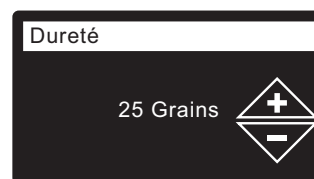

FIG. 27
- DURETÉ** Appuyez sur le bouton HAUT (▲) ou BAS (▼) pour définir la dureté de l'eau (cf. Figure 27).